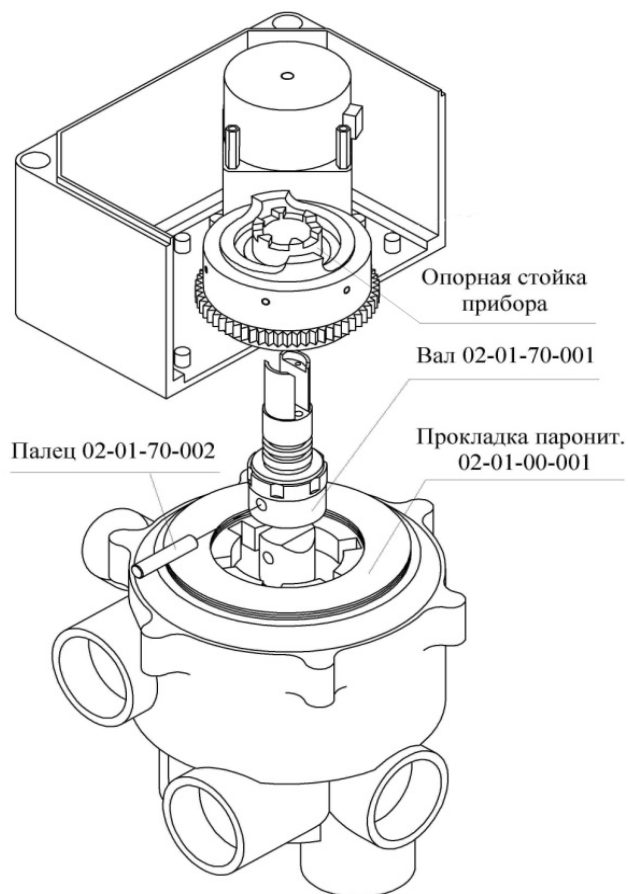
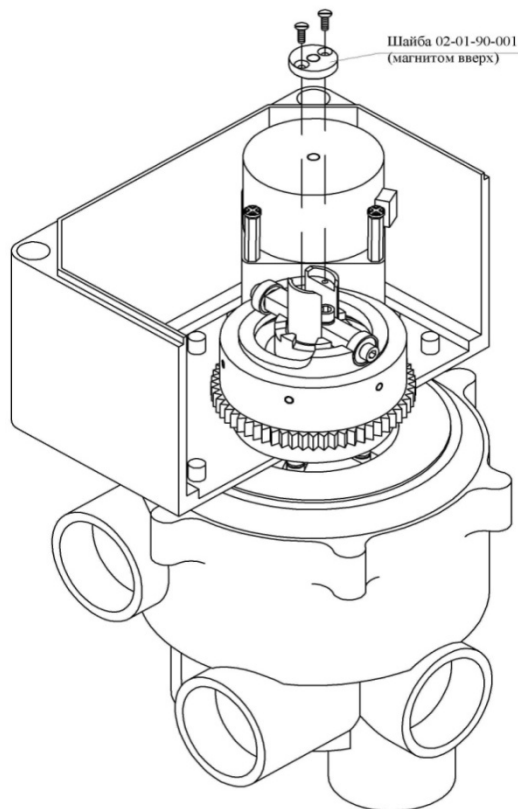
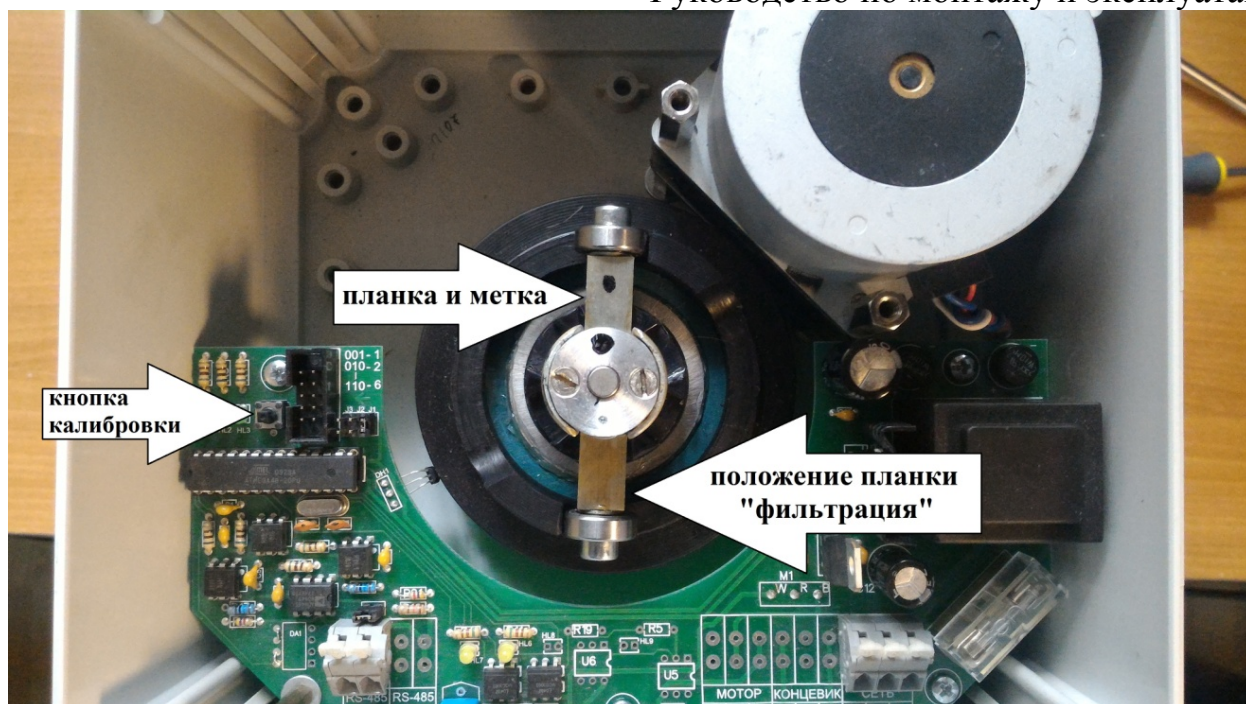
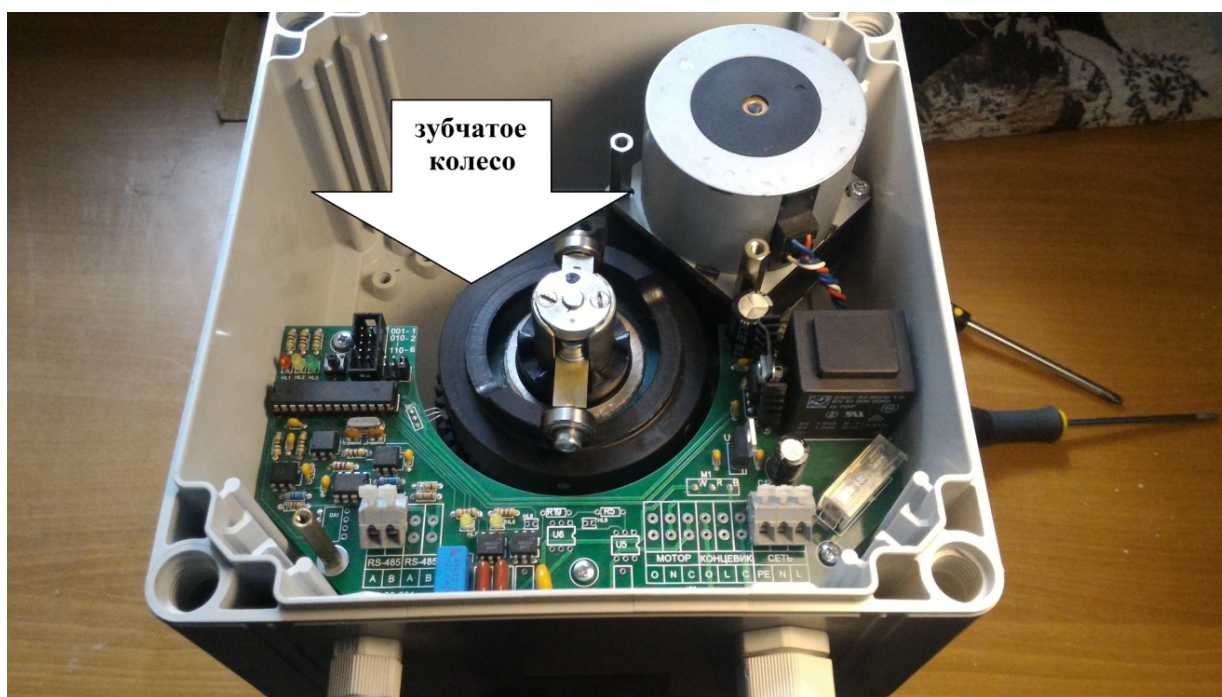

Рис. 2
Рис. 4
Рис. 8
Рис. 9
Далее пометить маркером положение шайбы с магнитом (см рис.1.2, поз.5, рис.8,9) так, что бы при обратной сборке установить точно так же (например, поставить точку).
- 1.4.3.** Установить вместо ручки управления на вентиле вал (см рис.1.2, поз.1), зашплинтовав его пальцем (см рис.1.2, поз.2, рис.2) из комплекта прибора, как показано на рис. 2. Убедитесь, что прибор плотно «сидит» на вентиле, шесть винтов на дне прибора должны попасть в углубления на вентиле. Посадочное место, паз под «планку» с подшипниками в «металлическом валу», **должен быть не ниже уровня «паза» в пластиковой стойке** (рис.3, 3.1). Паз в «металлическом валу» должен быть примерно на 0,5 - 1мм выше чем паз в пластиковой стойке . Если паз в металлическом валу по уровню выше паза в пластиковой стойке на 1,5...2мм и больше, то между корпусом блока «АВТО-МИНИ» и вентилем необходимо проложить пластиковые прокладки (см рис.1.2, поз.4), кол-во зависит от модели вентиля. **В прокладках советуем прорезать щель (7-9мм) для аварийного слива воды при изношенных уплотнительных резиновых кольцах в вентиле.** Прикрутить планку с подшипниками «3» к валу «1» двумя винтами М5х20 из комплекта прибора (см. рис. 4). Positionирование планки «3» - фасками вниз. **Для подгонки понадобится дополнительное снятие прибора с вала «1»** (при прикручивании планки к валу, происходит усаживание корпуса к вентилю). Правильно выставленный зазор (с помощью прокладок), можно проверить – **подшипники на планке (рис.8,9) должны свободно прокручиваться** пальцами рук (при условии что вал вентиля опущен - подшипники планки находятся в нижней части подъемной дорожки зубчатого колеса – рис.9). Примерное рекомендуемое расстояние между подшипниками и подъемной дорожкой – 0,5 – 1мм, но не более.
- 1.4.4.** Установить и прикрутить к валу (см рис.1.2, поз.1) шайбу с магнитом (см рис.1.2, поз.5) двумя винтами М3х8 из комплекта прибора (магнитом кверху!) в паз верхнего торца вала (см. рис. 4, 5, 8, 9).
Пометить маркером положение шайбы с магнитом (рис. 8,9) так, что бы при обратной сборке установить её точно так же (например, поставить метку).
Прибор поставляется в сборе и откалиброванным. Перед монтажом прибора на 6-ти позиционный вентиль, необходимо снять плату энкодера «6» (см. рис. 2). Пометить маркером положение шайбы с магнитом (поз.«5», рис.2 и рис. 8,9) так, что бы при обратной сборке установить её точно так же (например, поставить метку).
Проверка калибровки проводится при условии, что 6-ти позиционный вентиль находится в положении фильтрации. Планка с подшипниками находится в положении как на рисунке (поз.«3», рис.2 и рис. 8,9), она как «стрелка» указывает на надпись вентиля – «фильтрация» или «промывка». Это правильная, начальная установка прибора на вентиль. Проверить правильность калибровки можно путем подачи команды в ручном режиме – «промывка», с приборов («МАСТЕР», «ПРОФИ» или «СТАНДАРТ»). **При остановке вала «1», в фиксированных положениях «промывка», «уплотнение» и обратно в «фильтрация», должен быть слышен щелчок трещотки, которая предотвращает обратный ход вала вентиля (защита от утечек).** Если при остановке (в фиксированных положениях) щелчков нет хотя бы в одном положении или вал останавливается в произвольных положениях, нужно **провести новую калибровку** прибора.
Калибровка проводится при условии, что 6-ти позиционный вентиль находится в положении фильтрации и планка с подшипниками «3» находится в положении как на рисунке (рис.8),